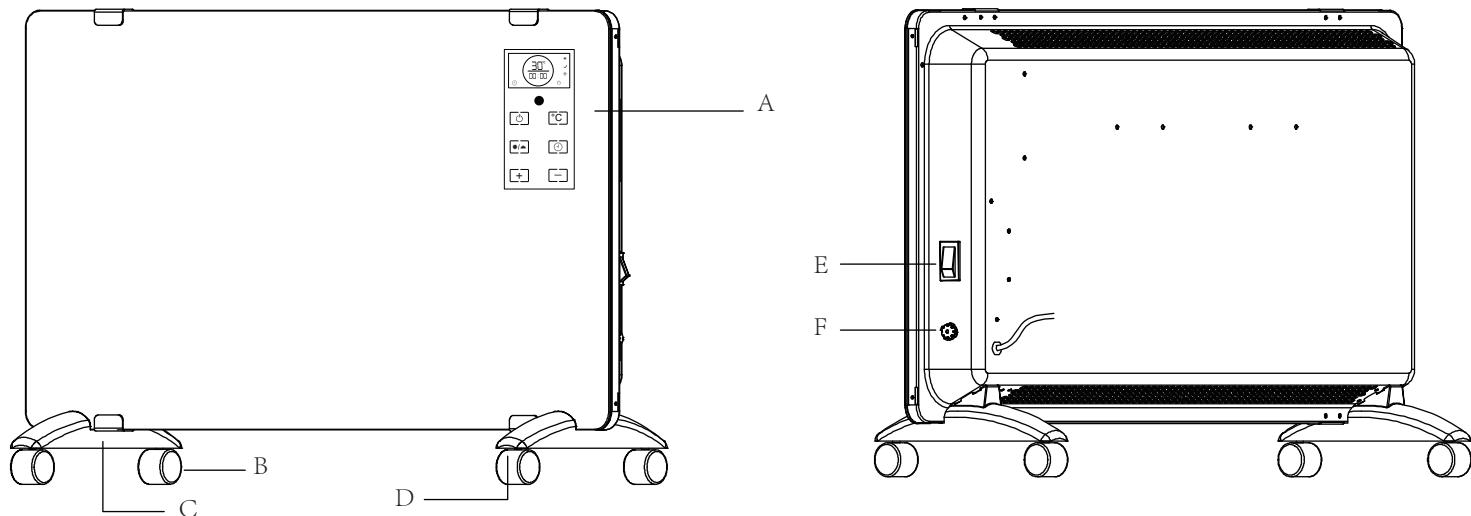

FIGURE 1
Strom	Schalten Sie nach dem EINschalten des Hauptschalters den Seitenschalter auf ON (siehe Abbildung 1, Punkt E). Drücken Sie den Netzschalter, um das Gerät im Standby-Modus zu aktivieren.
3. Stellen Sie den Schalter (Punkt E) an der Seite des Geräts auf EIN (siehe Abbildung 1). Das Gerät startet mit einem Piepton und das LCD-Display leuchtet auf.